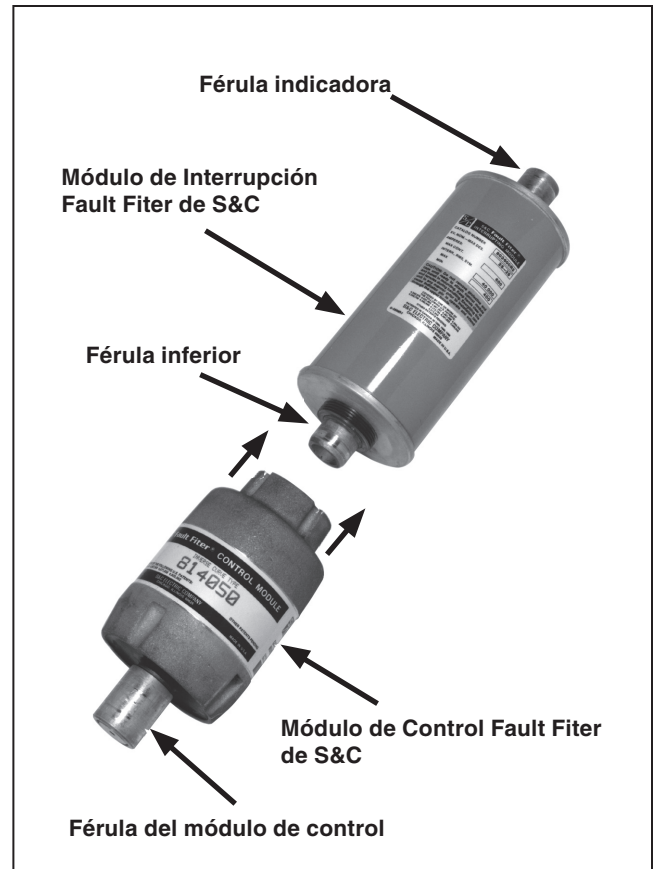

Figura 2. Ensamble del módulo de control sobre el módulo de interrupción.
- PASO 2.** Ensamble el módulo de control sobre el módulo de interrupción tal y como se muestra en la Figura 2, teniendo cuidado de alinear los dos módulos antes de enganchar la conexión roscada. Los dos módulos se deben apretar sólo con la mano.
- PASO 4.** Ensamble el módulo de interrupción de reemplazo sobre el módulo de control, tal y como se muestra en la Figura 2 en la página 9, teniendo cuidado de alinear los dos módulos antes de enganchar la conexión roscada. Los dos módulos se deben apretar sólo con la mano.